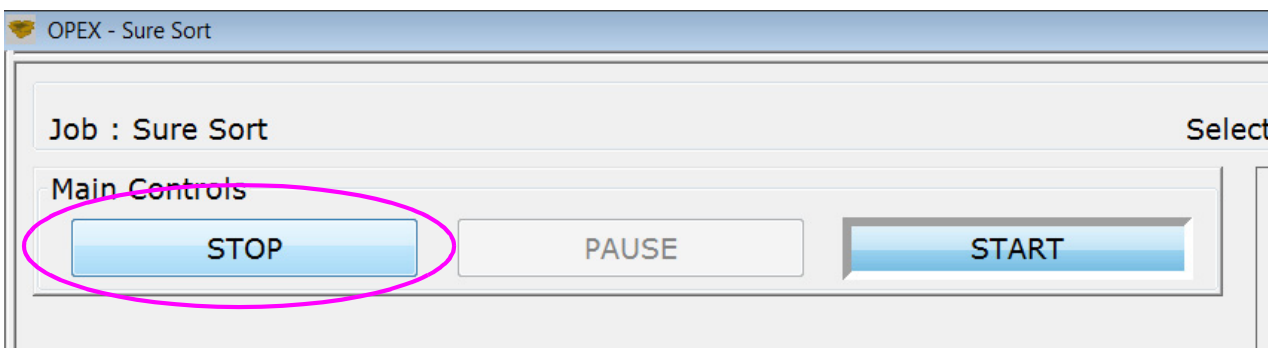

図 4-11: OPEX ホスト実行画面 - ストップボタン
8. 終了したら、OPEX ホスト画面で **[STOP (ストップ)]** (図 4-11) をクリックします。これによりコンベヤーは停止し、iBOT はホームに戻ります。